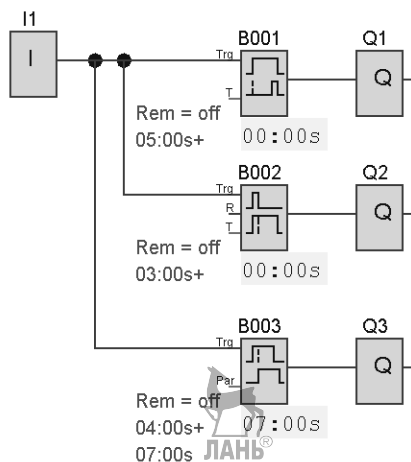

Рис. 9.11. Коммутационная схема
- Собрать коммутационную схему, показанную на рис. 9.11.